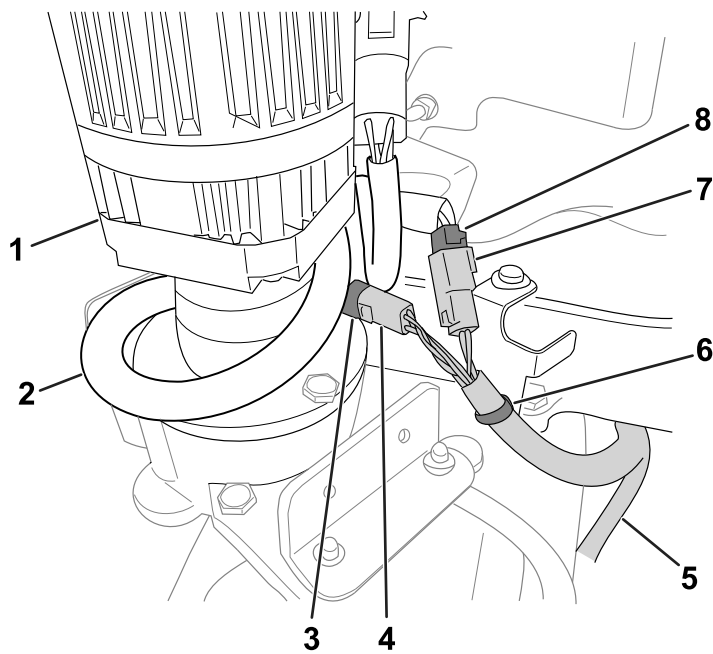

Figure 7
3. Acheminez les autres connecteurs du faisceau du boîtier d'engrenages vers le moteur de direction (Figure 7)
4. Coupez l'attache-câble qui retient le faisceau de la machine sur le support, mais laissez la fixation enfichable en place (Figure 7). Mettez l'attache-câble au rebut.
5. Branchez les connecteurs du boîtier d'engrenages sur les connecteurs du faisceau de la machine (Figure 7) :
6. Enroulez l'excédent du faisceau de la machine autour du moteur de direction, comme montré à la Figure 7.
7. Avec l'attache-câble inclus dans le kit, fixez le faisceau du boîtier d'engrenages sur la fixation enfichable, comme montré à la Figure 7.